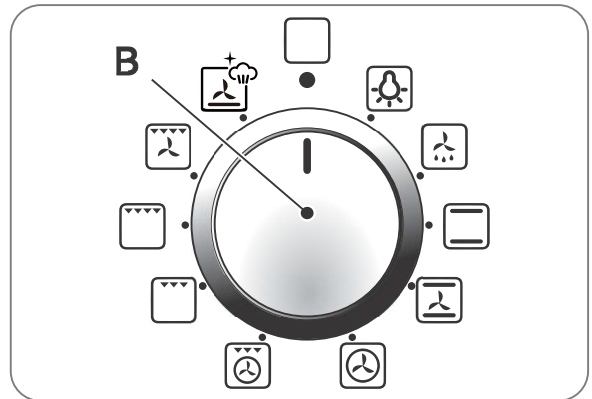
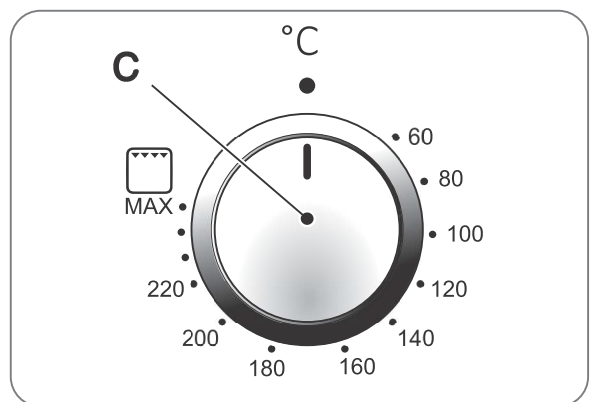

Abb. 4.2
Abb. 4.3
Zum Einschalten und Verwenden des Backofens im manuellen Modus (mit Ausschluss des Garprogramms) genügt es, den Drehknopf zur Auswahl des Garmodus (**B, Abb. 4.2**) in die gewünschte Position zu stellen und dann die Temperatur mit dem Thermostatdrehknopf (C, Abb. 4.3) einzustellen.
- 3 - Stellen Sie mit dem Drehknopf zur Auswahl des Garmodus (**B, Abb. 4.2**) die gewünschte Garfunktion ein und verwenden Sie den Drehknopf (C, Abb. 4.3), um den Thermostat einzustellen.